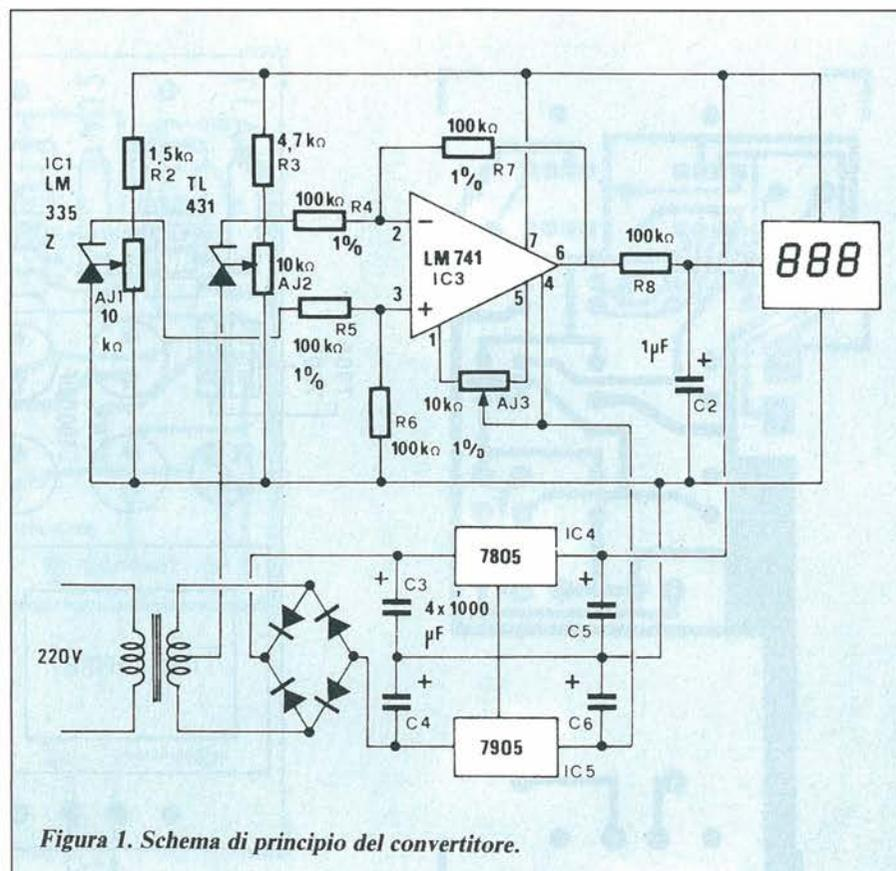

Figura 1. Schema di principio del convertitore.
**Q**uesto strumento permette di misurare temperature comprese tra  $-9,9$  e  $+99,9\text{ }^{\circ}\text{C}$ , con la risoluzione di  $1/10$  di grado. Viene utilizzato un sensore molto noto e diffuso, l'LM335Z, collegato ad un diodo zener programmabile, il TL 431. La Figura 1 mostra lo schema di prin-